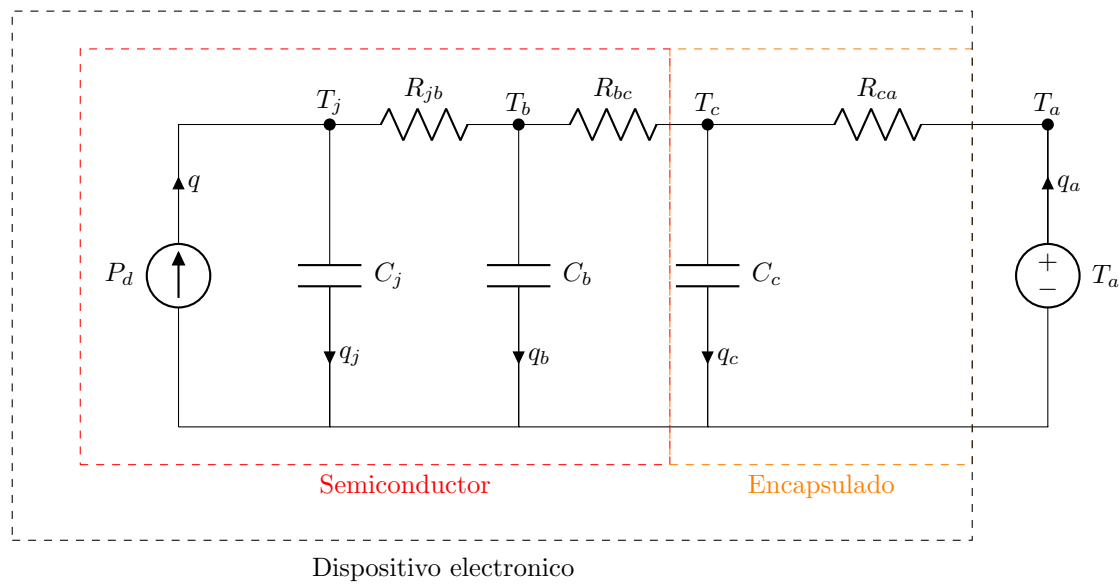

Figura 1: Circuito térmico equivalente
1. Utilizando la analogía de los sistemas eléctricos, modelar matemáticamente el sistema correspondiente al circuito mostrado en la figura 1, que representa un dispositivo electrónico de potencia sin disipador.